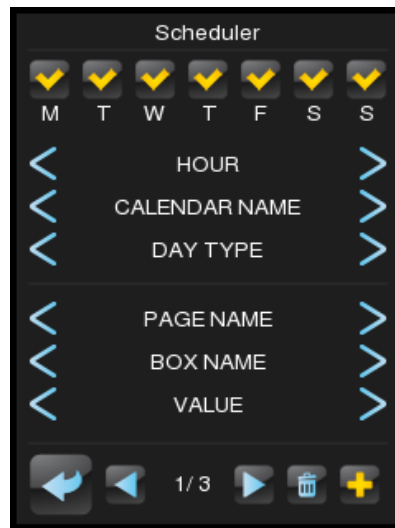

Figure 131 Zeitplaner
- **Rechte Taste:** öffnet das Konfigurationsfenster⁴ (Figure 131).